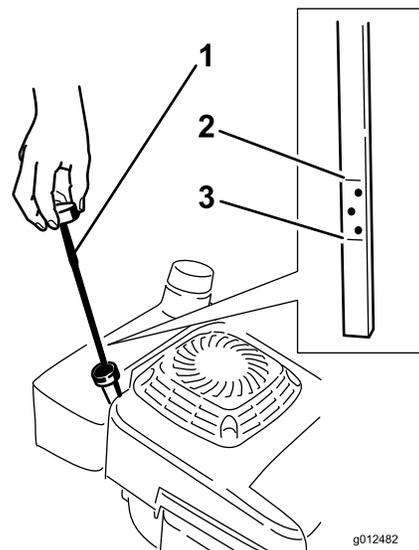

Bild 15
Stellen Sie vor jedem Einsatz sicher, dass der Ölstand zwischen den Marken Add (Nachfüllen)“ und Full (Voll)“ am Peilstab steht (Bild 15).
2. Reinigen Sie den Bereich um den Peilstab (Bild 15).
6. Nehmen Sie den Peilstab heraus und lesen Sie den Ölstand ab (Bild 15).